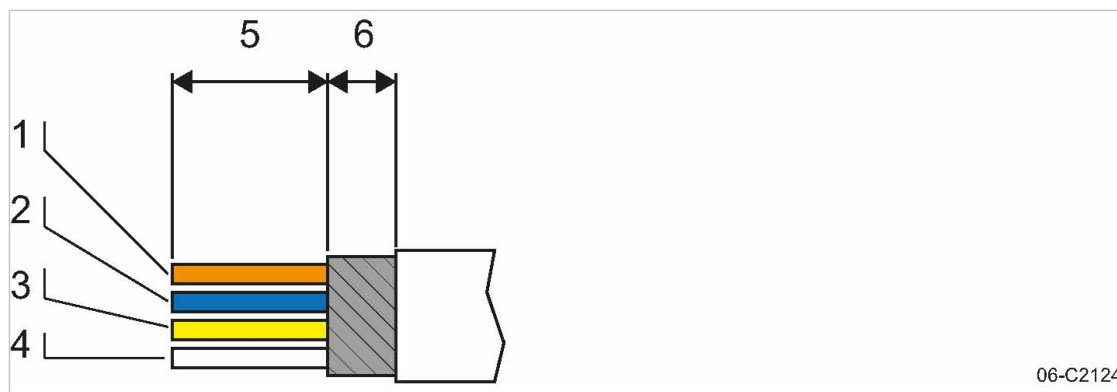

Fig. 4 Dénuder le câble réseau
1. Dénuder le câble réseau (fils dénudés sur 18 mm, blindage sur 5 mm) (voir fig. 4).
2. Séparez les fils en éventail pour pouvoir les poser sur les éléments de contact du connecteur RJ45 en respectant les couleurs (voir fig. 4).